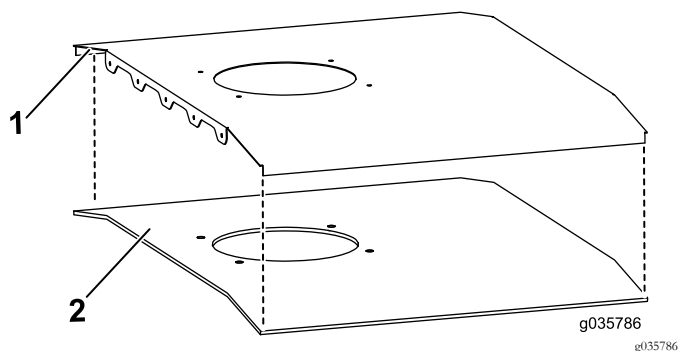

Bild 1
2. Befestigen Sie den Deckenschaumstoff an der Deckenplatte und fluchten Sie das Lüfterloch und die Schraubenlöcher aus (Bild 1).